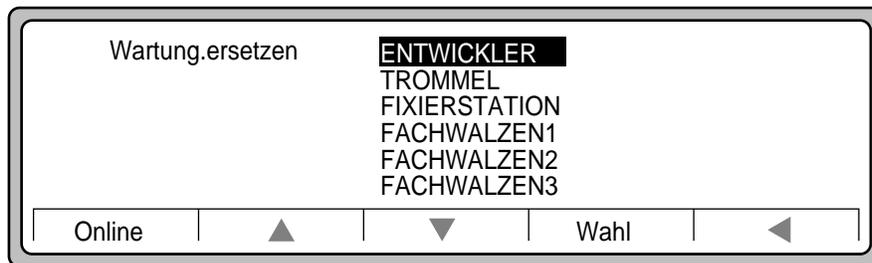

Abbildung A-4 Untermenü **Wartung.ersetzen**
4. Wählen Sie in dem Untermenü **Wartung.ersetzen** die Option **ENTWICKLER** aus (siehe Abbildung A-4).